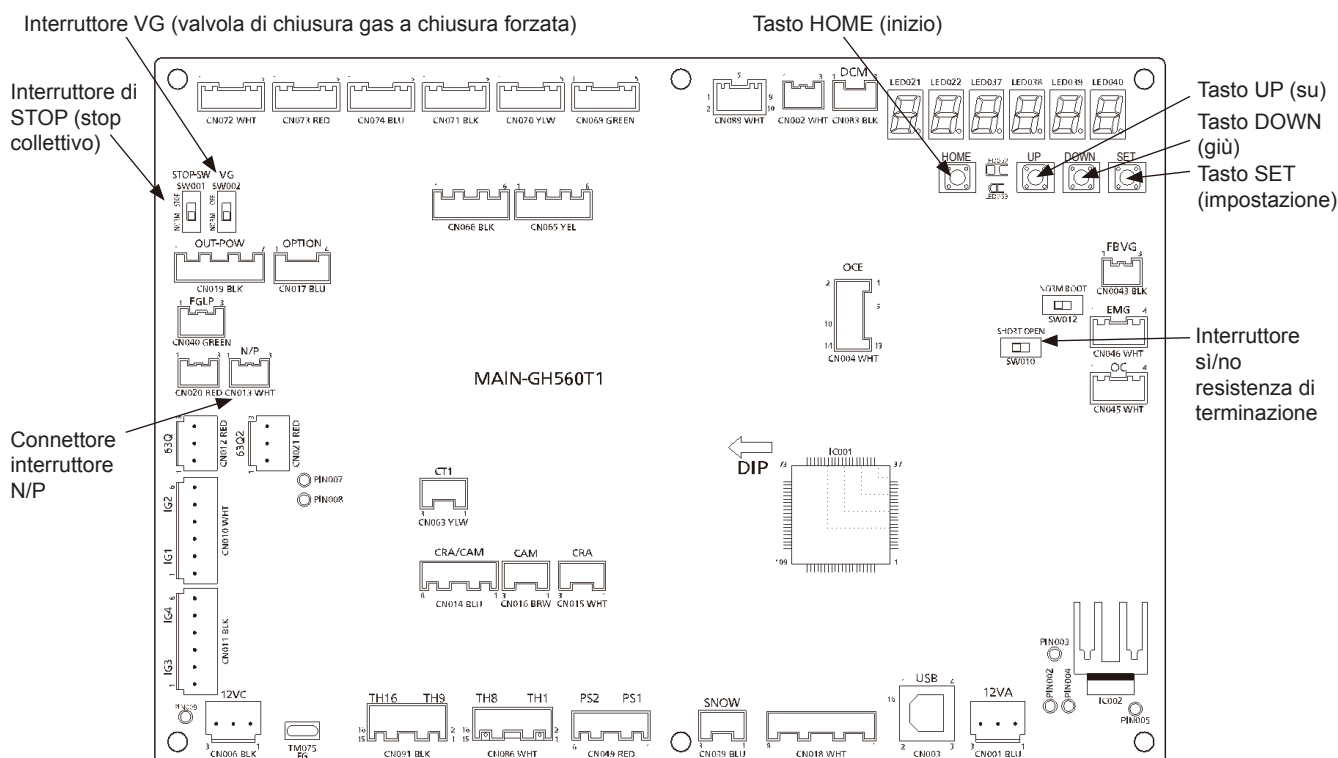

Fig. 1
- (2) Montare il connettore di corto circuito in dotazione sull'interruttore P/N (Fig. 1) del quadro di controllo esterno.